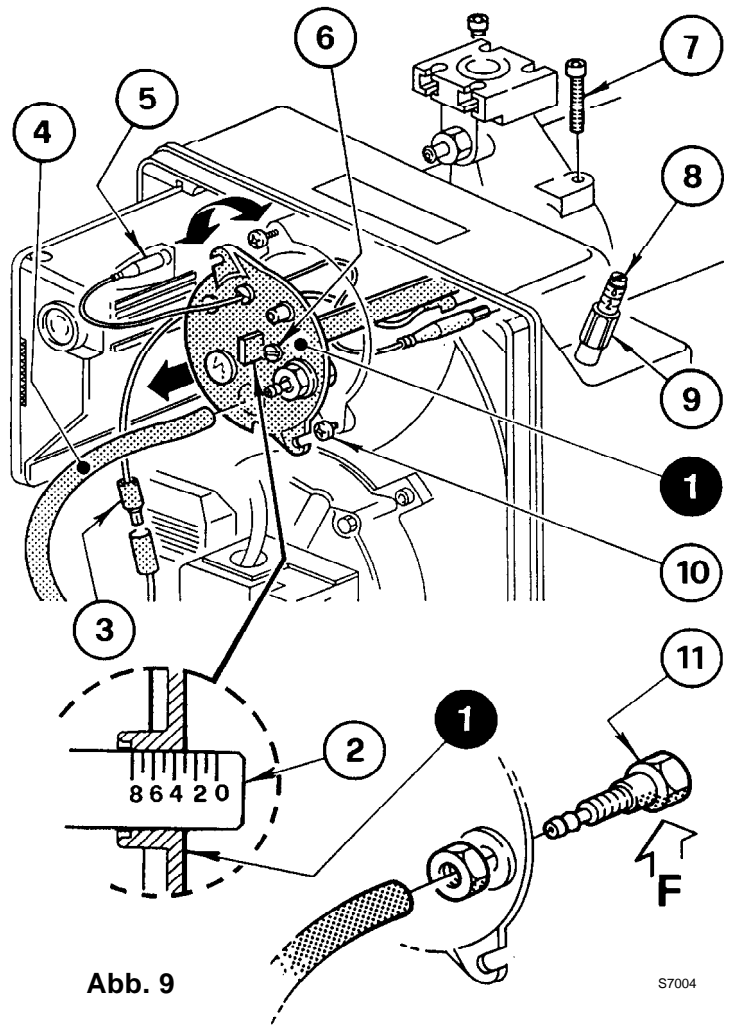

Abb. 9
Sie ist vom Öldurchsatz abhängig und wird ausgeführt, indem man die Einstellschraube (6) im Uhrzeigersinn oder entgegen dem Uhrzeigersinn soweit dreht, bis die auf der Einstellspindel markierte Raste (2) mit der Kante am Kopf (1) (Siehe Abb. 9).
In der Abbildung auf Seite 7, Abb. 9, wird der Kopf für eine Leistung von 110 kW bezüglich auf des Brenners BS3 Typ 913 T1 eingestellt. Die Raste 3 der Einstellspindel stimmt mit der äußeren Fläche überein, wie im Diagramm gezeigt.
LUFTKLAPPENEINSTELLUNG (Abb. 9, Seite. 7)